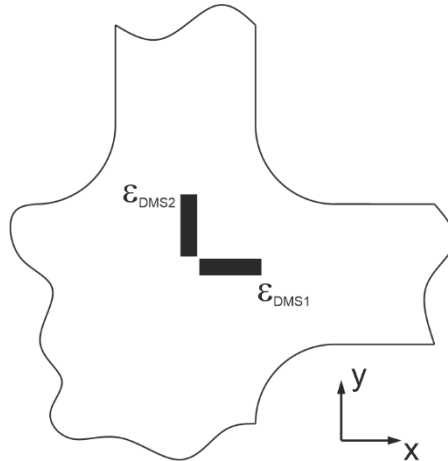

Bild 1.3: Rotorkopf (Werkstoff **42CrMo4**) mit Dehnungsmessstreifen.
- g) Am Rotorkopf (Oberfläche) sollen die Spannungen experimentell mittels Dehnungsmessstreifen (DMS) ermittelt werden (siehe Bild 1.3). DMS 1 misst eine Dehnung von $\varepsilon_{\text{DMS1}} = 0,135 \%$, DMS 2 eine Dehnung von $\varepsilon_{\text{DMS2}} = 0,082 \%$. Außerdem konnte eine Schiebung von $\gamma_{xy} = 0,124 \%$ experimentell ermittelt werden. Wie groß sind die Normalspannungen σ_x und σ_y in x- und y-Richtung, wie groß ist die Schubspannung τ_{xy} ? Berechnen Sie die Vergleichsspannung σ_v für diesen Spannungszustand. **(6,0 P.)**